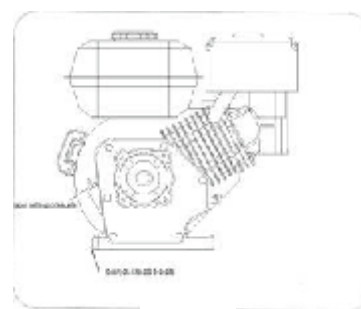

Рис.39
2. Открутите крышку заливной горловины от трубки заливной горловины и протрите щуп. См. Рис. 39.
1. Найдите пробку для слива масла, См. Рис. 39.
3. Очистите область вокруг сливной пробки, См. Рис. 39.